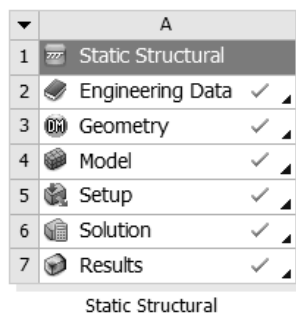

图 16-14 项目管理区中的分析项目
Step1：单击 Mechanical 界面右上角的 (关闭) 按钮，退出 Mechanical，返回 Workbench 主界面。此时主界面的项目管理区中显示的分析项目均已完成，如图 16-14 所示。